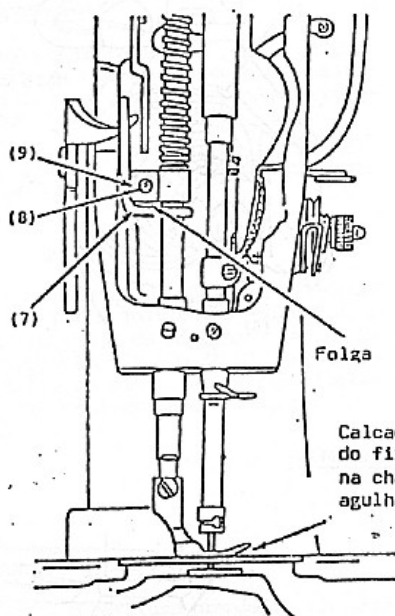

Fig. 5
- 1- Quando o calcador se apoia firmemente sobre a chapa da agulha (com os dentes impelentes abaixo da chapa da agulha) deve haver ainda alguma folga entre a braçadeira guia (9) Fig. 5 e a alavanca levantadora (7), conforme mostrado na fig. 5.
Afrouxe o parafuso prendedor (8), Fig. 5. Levante ou abaixe a braçadeira guia(9) o quanto for necessário. Aperte firmemente o parafuso para baixo.